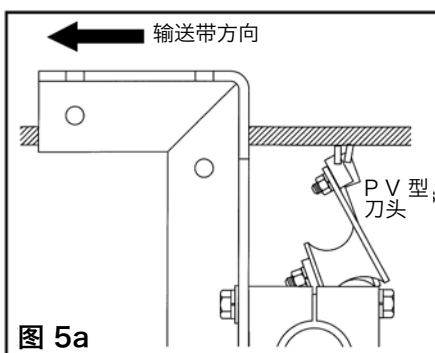

图 5a
5. **检查刮刀刀头张力。**沿输送带传送方向拉回外部刮刀直到刮刀不再与输送带接触。放开刮刀。如果张紧力正确，则从外部刮刀前方应可以看到邻近刮刀刀头的整个厚度（图 5a 和 5b）。以相同方法检查中部刮刀。使用上调整螺栓止动螺母以 1/2 圈的增量增加张紧力，直到可看到邻近刮刀刀头的整个厚度。